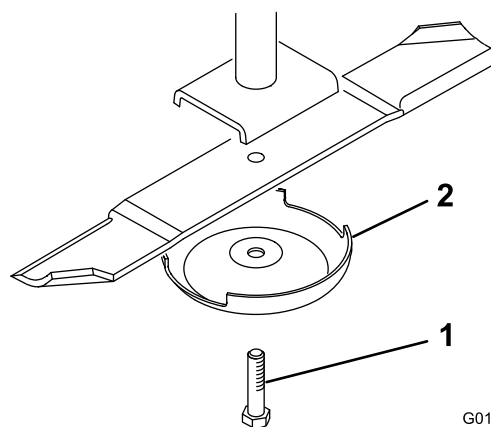

Figure 28
2. Tenez la lame par son extrémité avec un chiffon ou un gant épais. Enlevez le boulon, la coupelle de protection et la lame de l'axe de pivot (Figure 28).